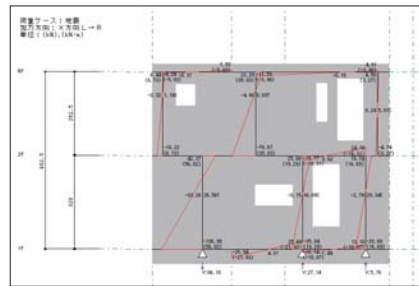

図7 地震荷重時応力図出力例
- ・鉛直荷重時・水平荷重時の応力は、壁と壁ばりを線材と剛床でモデル化し、立体解析により求めます(図7)。また水平荷重時は平均せん断応力度法による平面解析や擬似立体解析を選択することもできます。各階の床は剛床としています。また、立体解析では支点の浮上りを考慮することができます。